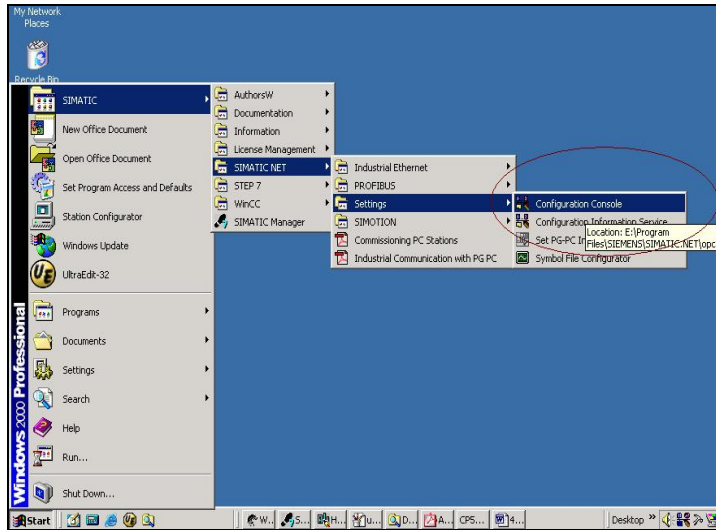

图3-28 组态CP1613
(3) 运行“Configuration Console”编辑器,组态CP1613，如图3-28所示。